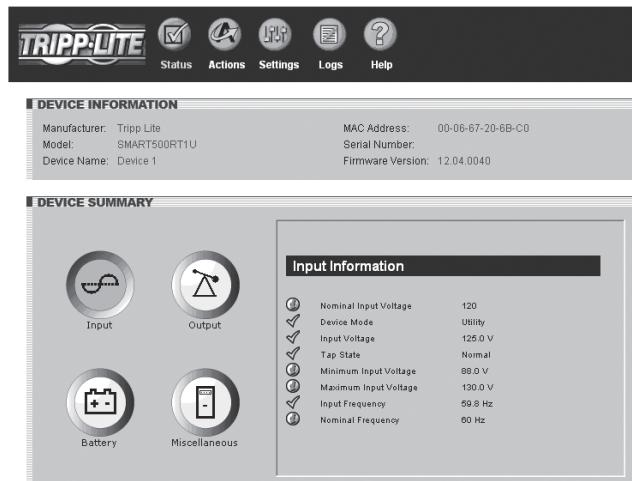

Figura 3-3: Página de estado
4. Después de que introduzca el nombre de usuario y la contraseña aparecerá la página de estado (Figura 3-3) en la ventana del navegador.
Haga clic en el botón de menú “Status” (Estado) para desplegar la página de estado (Figura 3-3), la cual muestra la información del dispositivo, el resumen del dispositivo y el estado de la alarma. Cuatro botones adicionales dentro de la ventana le permitirán seleccionar las categorías de la información: información de entrada, información de salida, información de la batería e información variada como la información adicional sobre el dispositivo y el sistema. Cuando active una categoría de información, el botón de esa categoría cambiará de blanco a azul. El estado de cada elemento de información está indicado por el ícono que se encuentra junto al elemento.